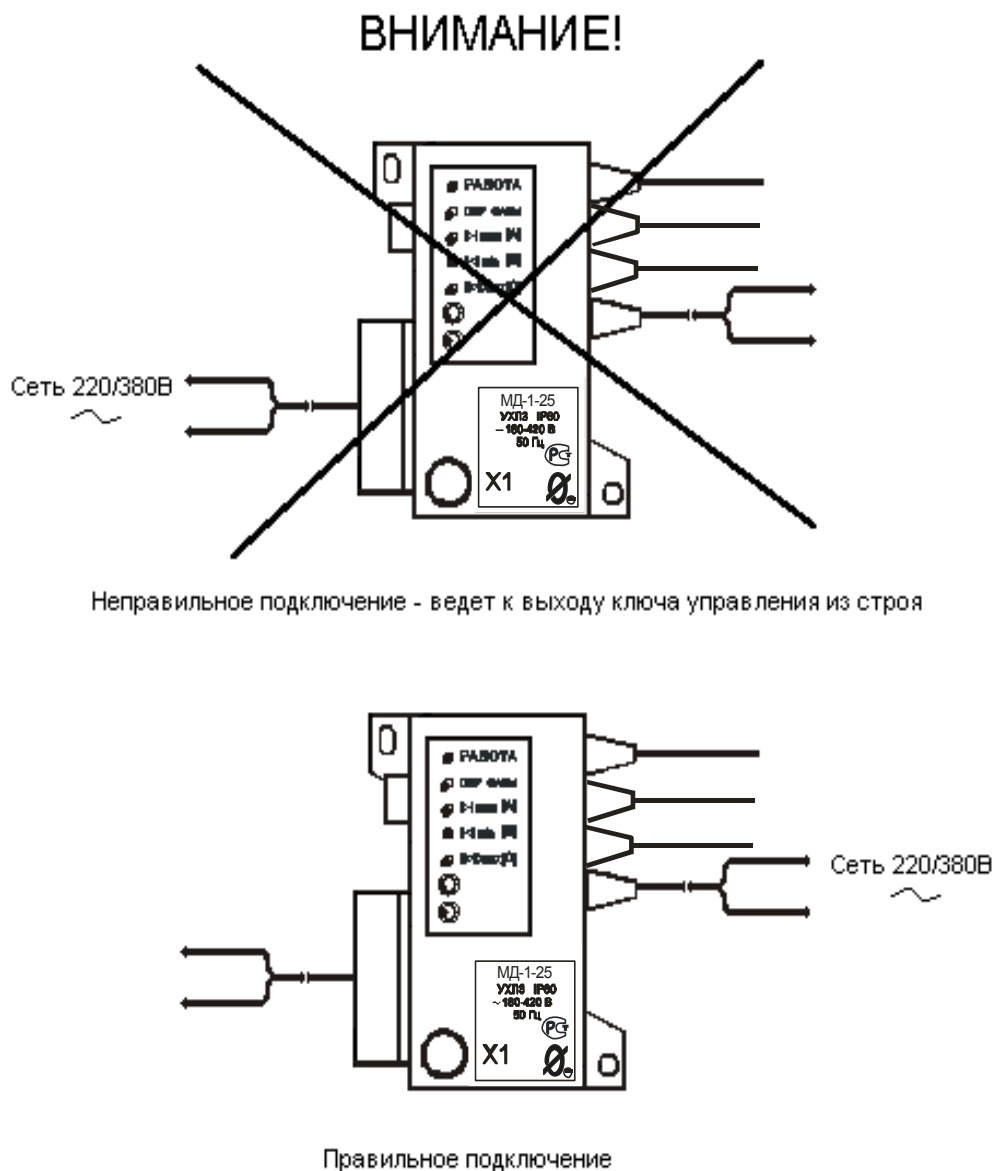

Рисунок 1 – правильное подключение монитора двигателя МД-1
**Неправильное подключение может привести к полному выходу монитора из строя (ознакомьтесь с рис.1 на стр. 2).**